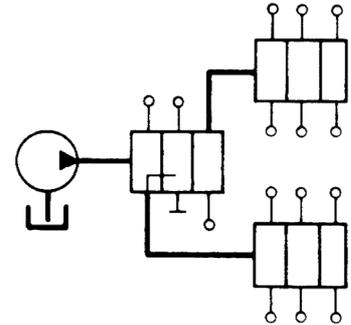

Рисунок 10
3. с вспомогательными распределителями, подключенными к главному, и еще раз распределяющими друг за другом предоставленное главным распределителем количество смазочного материала по нескольким местам смазки (рисунок 10).